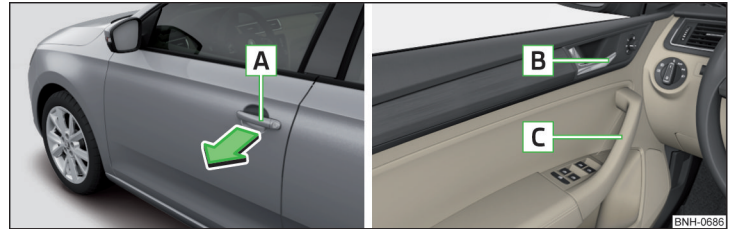

Abb. 46 Türgriff/Türöffnungshebel
- › Zum **Öffnen von außen** das Fahrzeug entriegeln und am Türgriff **A** in Pfeilrichtung ziehen » **Abb. 46**.